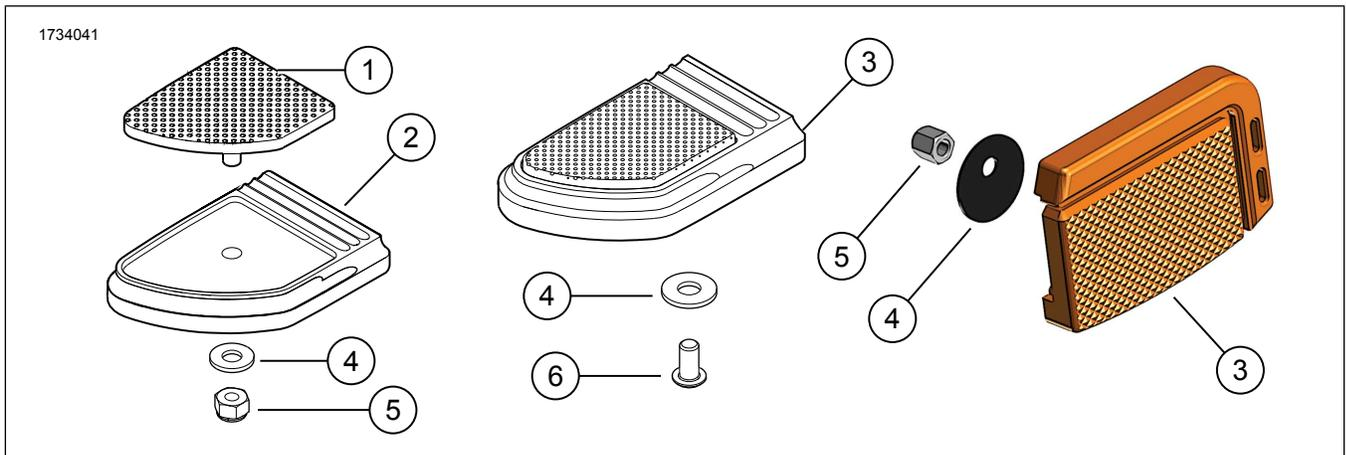

Figura 1. Contenuto del kit: Kit inserto del pedale del freno
1. Figura 1 Allineare il **nuovo** inserto del pedale del freno (1) con l'incavo nel coperchio di finitura (2).
3. Installare la rondella (4) nel perno filettato.
4. Installare il dado bloccante esagonale ¼-1/4-20 (5) sul perno filettato. Serrare.
1. Figura 1 Allineare il **nuovo** gruppo del pedale del freno (3) con la leva del pedale del freno del veicolo.
2. Applicare il frenafletti alla vite (6).